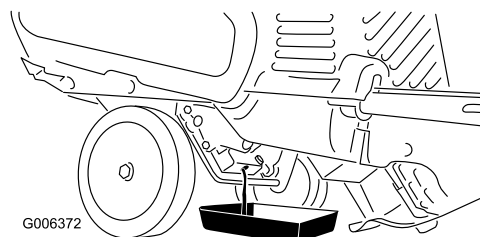

Figure 25
3. Placez un bac de vidange sous le bouchon de vidange et retirez le bouchon ; basculez la fraise à neige en arrière et laissez l'huile usagée s'écouler dans le bac de vidange (Figure 25).